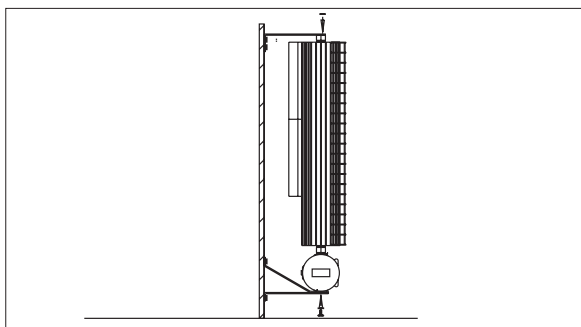
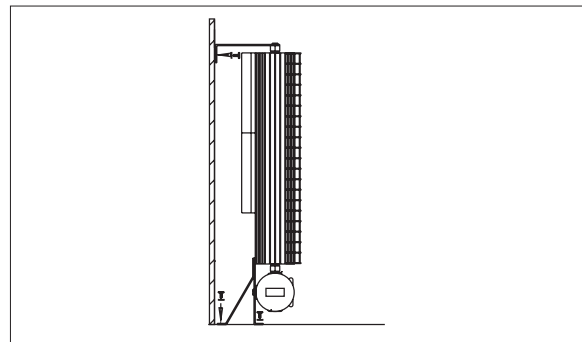

Figure 5 – Fixation du radiateur aux supports de montage
Figure 8 – Fixation du radiateur au sol et sur le mur
Étape 3: Fixer la partie inférieure du radiateur aux supports de fixation murale à l'aide des boulons 1/4 – 20 à tête hexagonale et des rondelles d'arrêt fournis (Figure 5).
Étape 3: Lever la partie supérieure de l'unité et placer le radiateur en position verticale contre le mur. Fixer les supports de fixation et de stabilisation sur la surface de montage (Figure 8).
Afin d'assurer une utilisation sécuritaire, le radiateur doit être installé comme illustré dans les Figure 5 et Figure 8. Une installation où les ailettes ne sont pas dans la bonne orientation pourrait causer une situation dangereuse (voir le Tableau 1, page 14).